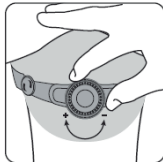

Fig. 3
3. To adjust the fit more closely, you can adjust the angle of the helmet on your head (Fig. 3).
3. Für eine noch genauere Einstellung kann die Neigung des Kopfbandes angepasst werden (Abb. 3).
3. Para un acoplamiento más fino, puede ajustar la inclinación de la circunferencia de la cabeza (fig. 3).
3. Per ottenere un risultato ancora più accurato è possibile regolare anche l'inclinazione della fascia girotesta (Fig. 3).